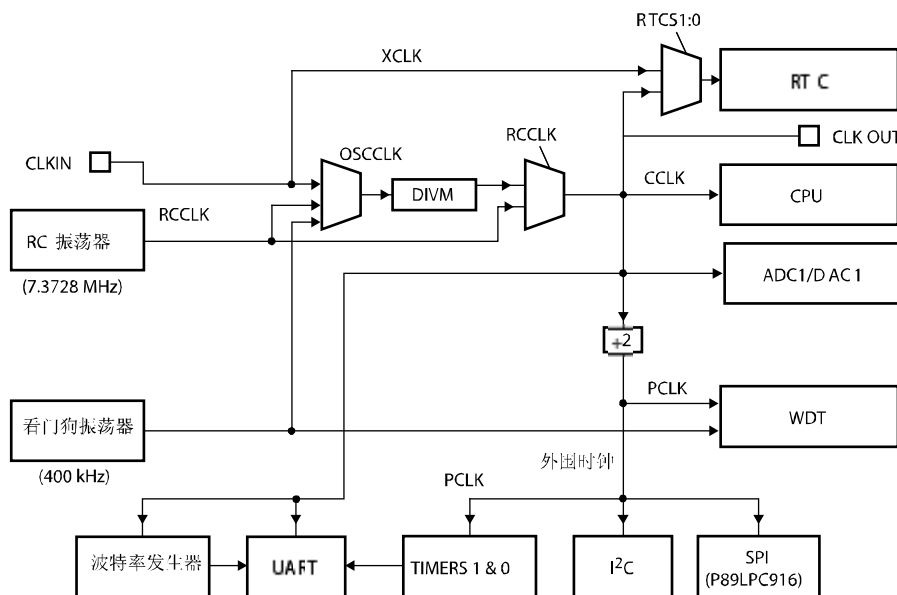

图 10 振荡器控制框图
- OSCCLK—输入到 DIVM 分频器的时钟。OSCCLK 可选择 3 个时钟源之一（见图 10），也可降低到较低的频率（见 9.7 节“CPU 时钟（CCLK）时钟调整：DIVM 寄存器”）。